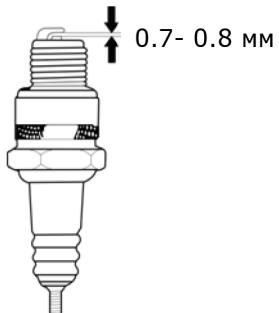

Рис. 22
4. Проверьте зазор между электродами. Он должен составлять 0.7-0.8мм. При необходимости отрегулируйте зазор (Рис. 22);